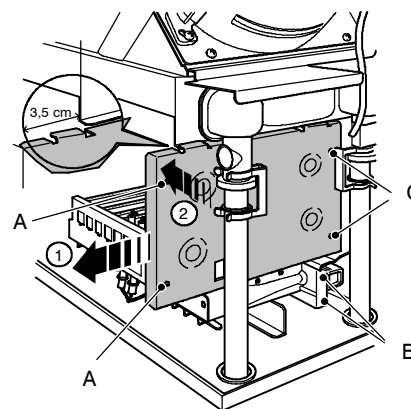
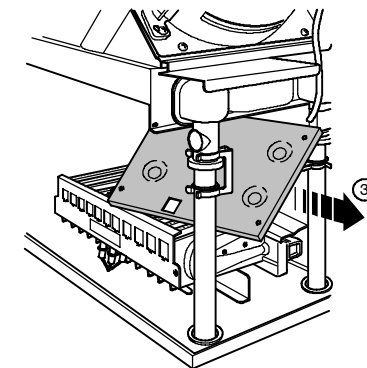

fig. 8.1
fig. 8.2
- 4 Svitare le viti A (fig. 8.1) e spostare verso sinistra il pannello laterale della camera di combustione.
- 5 Svitare le viti B (fig. 8.1) e togliere il deflettore.
- 6 Svitare le viti C (fig. 8.1) e rimuovere il pannello anteriore della camera di combustione sfilandolo lateralmente per circa 3,5 cm, ruotandolo all'interno della camera di combustione e poi sfilandolo frontalmente (fig. 8.2).